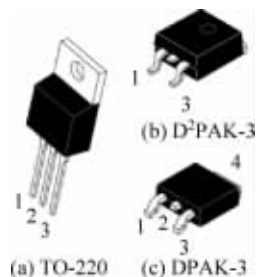

图 3.4 7805 的外形结构
该类稳压器被设计为固定输出电压的单片集成电路,广泛适用于各种工作环境。这些稳压器内部使用了限流、热关断、安全区域补偿等技术。只要有足够的散热措施,它们能提供超过 1A 的输出电流。尽管它们被设计成输出固定的稳压器,但是配合一些外部器件,能获得输出可调的电压和电流。其外形结构如图 3.4 所示,主要特性参数如下:
- (1) 输出电流可超过 1A。
- (2) 外部元件很少,应用电路非常简单。
- (3) 内部热过载保护,当芯片温度过高时,能够自动关断,保护芯片。
(4) 内部短路电流限制,当电路中出现短路,导致负载电流超出一定值时,将开启保护。
(5) 输出晶体管安全面积补偿,通过增大散热面积,控制输出晶体管的结温。
(6) 输出电压的误差范围为 1.5%、2% 和 4%,精度与厂家和器件后缀相关。
(7) 支持表面贴装标准的三角晶体管(图 3.4(a))、D²PAK-3(图 3.4(b))和 DPAK-3(图 3.4(c))封装样式。
(8) NCV 前缀支持如下情况:汽车或其他应用中对应用场所要求特殊或控制需求变更时;通过 AEC-Q100 认证,并有能力实现 PPAP(Production Part Approval Process,生产件批准程序)。
(9) 无铅器件,符合环保的要求。